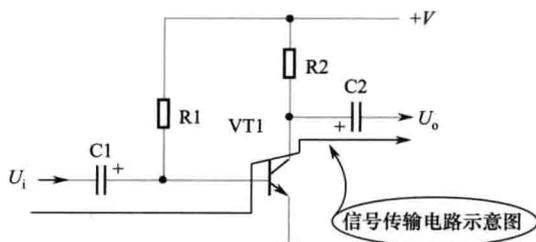

图 1-3 信号传输电路示意图
(2) 信号传输电路。如图 1-3 所示是放大器电路中的信号传输电路示意图，从图中可以看出，输入信号 U_i 经过了电容 $C1$ 、三极管 $VT1$ 和电容 $C2$ 。